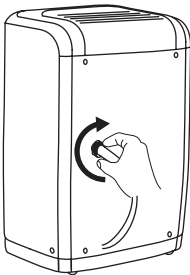

fig. 3
3. Vissez le tuyau d'arrosage sur la partie fileté du raccord. (fig.3)